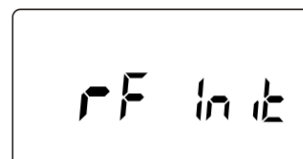

Abb.3
3. Blättern Sie mit [▶] bis zum Initialisierungsmodus » rF Init « (Abb.3).